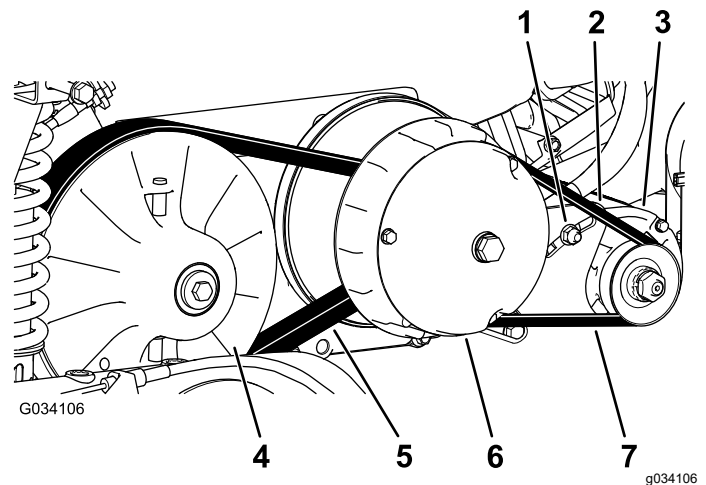

Figure 63
6. Faites tourner la courroie (Figure 63) et vérifiez qu'elle n'est pas excessivement usée ou endommagée.
3. Faites tourner la courroie et faites-la passer sur l'embrayage secondaire (Figure 63).
4. Enlevez la courroie de l'embrayage primaire (Figure 63).
5. Alignez la courroie neuve sur l'embrayage principal (Figure 63).
6. Faites tourner la courroie et faites-la passer sur l'embrayage secondaire (Figure 63).
2. Desserrez l'écrou de pivot du démarreur-alternateur (Figure 63).
4. Appuyez sur le levier pour faire pivoter le démarreur vers le bas dans la fente jusqu'à ce que la tension de la courroie produise une flèche de seulement 6 mm quand une force de 44 N·m est appliquée (Figure 63).
5. Serrez l'écrou de pivot à la main et enlevez le levier (Figure 63).